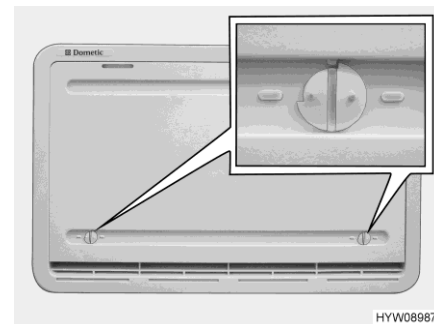

Bild 185 Vinterskydd (kylskåpets ventilationsgaller)
Vinterskyddet (Bild 185) skyddar kylaggregatet för kall luft. Sätt vinterskyddet framför båda kylskåpets ventilationsgaller, om utemperaturen sjunker under +10 °C (både vid gas- och eldrift).
- Öppna båda lås (Bild 185) (noten står horisontellt).